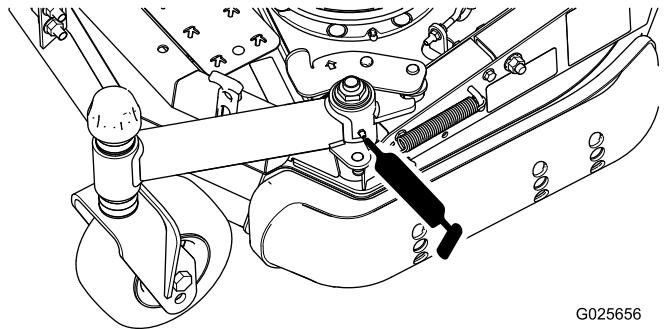

Figura 15
- Pivote del brazo de la rueda giratoria ajustable (1) (Figura 15)